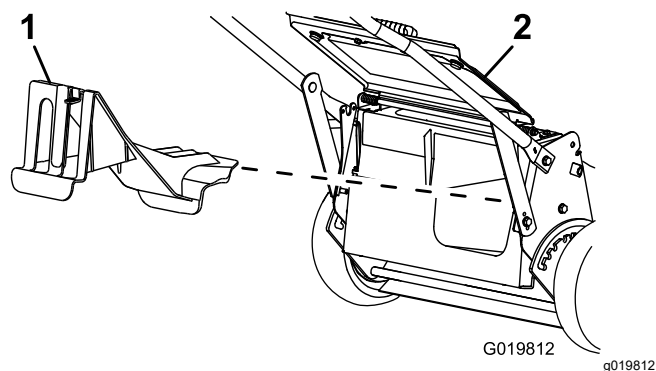

Figura 20
- Si el tapón de descarga trasera no está instalado, sujételo por el asa, eleve el deflector trasero e introdúzcalo en el conducto de descarga trasera hasta que el enganche encaje en su sitio; consulte Figura 20.